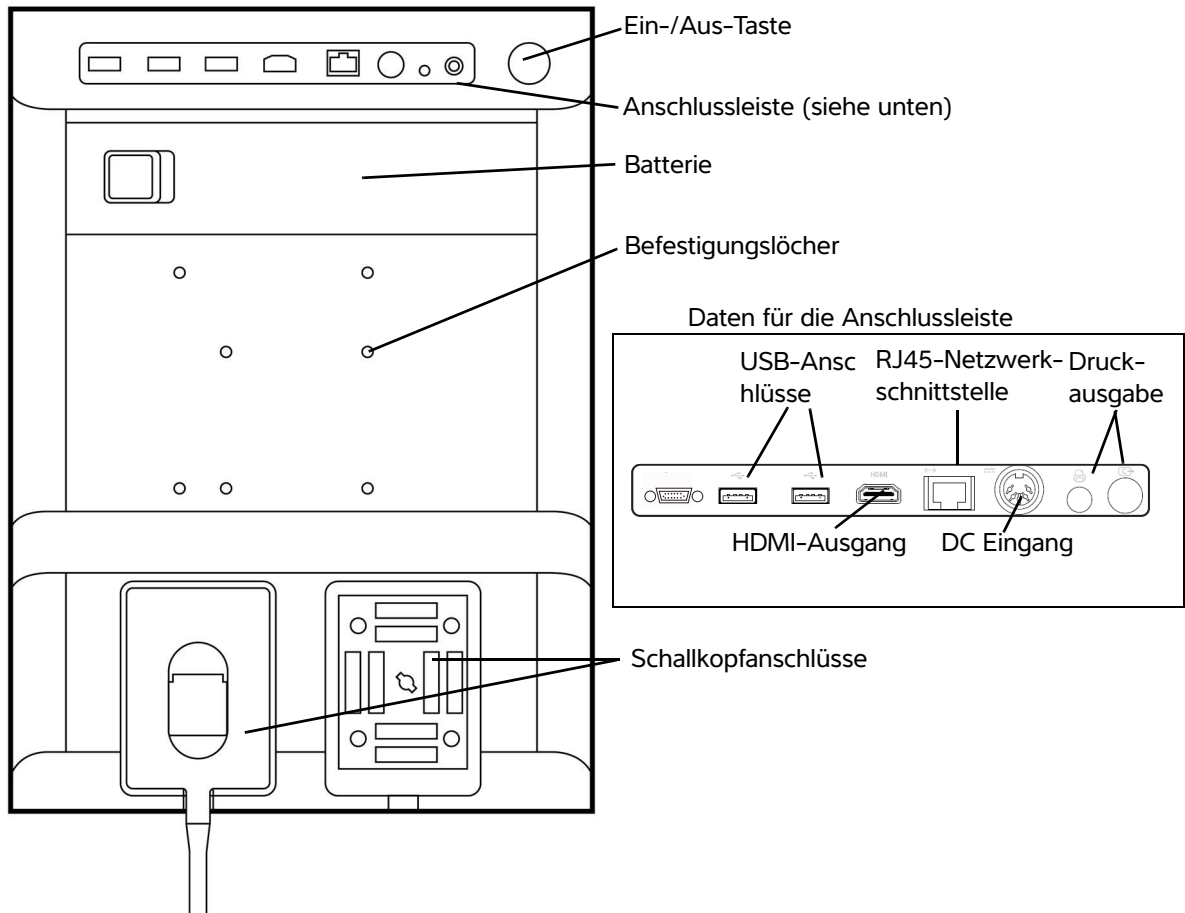

Abbildung 2-1 Systemrückseite
- 1 Schalten Sie das System ein. Für die Position der Ein-/Aus-Taste siehe Abbildung 2-1 auf Seite 2-2.
Auf der Rückseite des Systems befinden sich das Batteriefach und das Fach für zwei Schallköpfe sowie Anschlüsse für USB-Geräte, das Stromkabel, das Netzkabel und mehr. Siehe hierzu Abbildung 2-1.
- 1 Das Gleichstromkabel des Netzteils an den Stromanschluss am System anschließen. Siehe hierzu **Abbildung 2-1** auf Seite 2-2.
- ❖ Die Ein-/Aus-Taste drücken. Siehe hierzu **Abbildung 2-1** auf Seite 2-2.
Schließen Sie das USB-Speichergerät an einen der USB-Anschlüsse des Systems an. Siehe hierzu **Abbildung 2-1** auf Seite 2-2. Das USB-Speichergerät ist einsatzbereit, wenn das USB-Symbol erscheint.